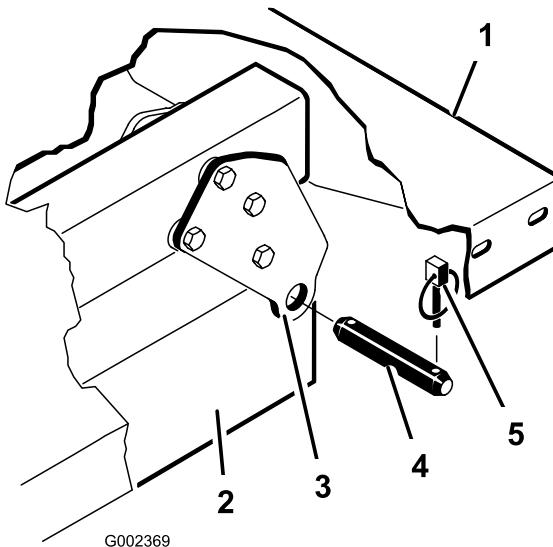

Figura 33
**Nota:** Asegúrese de que las placas de giro traseras están atornilladas al perfil del bastidor de la plataforma con el extremo inferior inclinado hacia atrás (Figura 33).